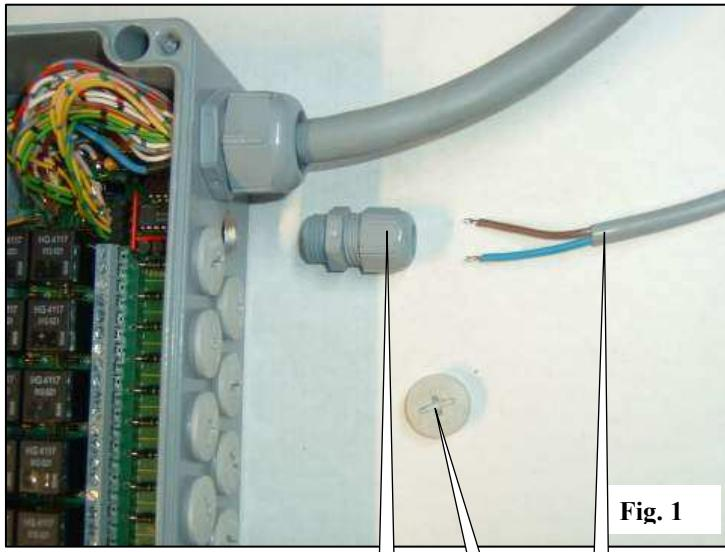

Fig. 1
Each cell cable is equipped with a socket to be connected to the wire harness. The wire harness plugs E to be connected to the cells are 4-way plugs and the wire harness' cables are numbered at box outlet F (fig. 1): N°1 = seeder row that is the furthest left in relation to the forward direction.
-Bringen Sie mit Hilfe des Flansches die Halterung A (Abb. 1) so weit wie möglich in der Mitte des Balkens der Sämaschine C (Abb. 1) an.
-Befestigen Sie den Verteilerkasten B (Abb. 1) auf der Halterung.
Jedes Zellenkabel ist mit einer passenden Steckdose für das Kabelbündel ausgestattet. Die Stecker E des Kabelbündels, die für die Zellen bestimmt sind, haben 4 Stifte und die Kabel des Kabelbündels sind am Ausgang des Kastens F (Abb. 1) nummeriert:
- Bevestig de steun A (fig. 1) met behulp van de flens op het frame van het zaaimachine C (fig. 1), zo dicht mogelijk bij het midden van de zaaimachine.
- Bevestigen de aansluitdoos B (fig. 1) op de steun.
Iedere celkabel is uitgerust met een stekker voor in de leidingbus. De stekkers E van de leidingbus aan te sluiten op de cellen zijn vierwegstekkers en de kabels van de leidingbus zijn genummerd bij de uitgangen van de aansluitdoos F (fig.1):
- fijar el soporte A (fig. 1) con la brida en la viga de la sembradora C (fig. 1), lo más próximo posible al centro de la sembradora.
- fijar la caja de conexiones B (fig. 1) al soporte.
Cada cable de célula está equipado con una toma para conectar al mazo. Las tomas E del mazo a conectar a las células son tomas de 4 vías y los cables del mazo están numerados a la salida de la caja F (fig. 1):
- fissare il supporto A (fig. 1) con la staffa sulla trave della seminatrice C (fig. 1), il più al centro della seminatrice possibile.
- fissare la scatola di allacciamento B (fig. 1) al supporto.
Ogni cavo di cellula è fornito di una presa da collegare al fascio. Le prese E del fascio da collegare alle cellule sono prese multiple da 4 attacchi e i cavi del fascio sono numerati sull'uscita della scatola F (fig. 1):
-Enlever le bouchon A (fig. 1) correspondant au passage du câble de la coupe n°1 (coupe la plus à gauche du semoir par rapport au sens d'avancement)
-Visser le presse étoupe B (fig. 1 et 2) à la place du bouchon
-Passer le câble C (fig. 1 et 2) de la coupe n°1 dans le presse étoupe
-Remove plug A (fig. 1) corresponding to the cable raceway of cutter n°1 (cutter that is the furthest to the left of the seeder in relation to the forward direction)
-Screw in cable gland B (fig. 1 and 2) in place of the plug
-Pass cable C (fig. 1 and 2) of cutter n°1 into the cable gland
-Nehmen Sie die Kappe A (Abb. 1) des Anschlusses für das Kabel der 1. Reihenabschaltung (erste Reihenabschaltung von links der Sämaschine in Fahrtrichtung) ab.
-Schrauben Sie die Stopfbüchse B (Abb. 1 und 2) an Stelle der Kappe.
-Führen Sie das Kabel C (Abb. 1 und 2) von der Reihenabschaltung Nr. 1 in die Stopfbüchse
- Verwijder de dop A (fig. 1) die overeenkomt met de passage van de kabel van de onderbreker n°1 (onderbreking uiterst links van de zaaimachine, in de rijrichting)
- Schroef de stopbus B (fig. 1 en 2) op de plaats van de dop.
- Breng de kabel C (fig. 1 en 2) van de onderbreker n°1 in de stopbus
- Quitar el tapón A (fig. 1) correspondiente al paso del cable del corte n° 1. (el corte más a la izquierda de la sembradora respecto al sentido del avance).
- Atornillar el prensaestopas B (fig. 1 y 2) en el lugar del tapón.
- Pasar el cable C (fig. 1 y 2) del corte n° 1 por el prensaestopas.
-Rimuovere il tappo A (fig. 1) corrispondente al passaggio del cavo del taglio n°1 (il taglio più a sinistra della seminatrice rispetto al senso di avanzamento)
-Avvitare il premistoppa l B (fig. 1 e 2) al posto del tappo